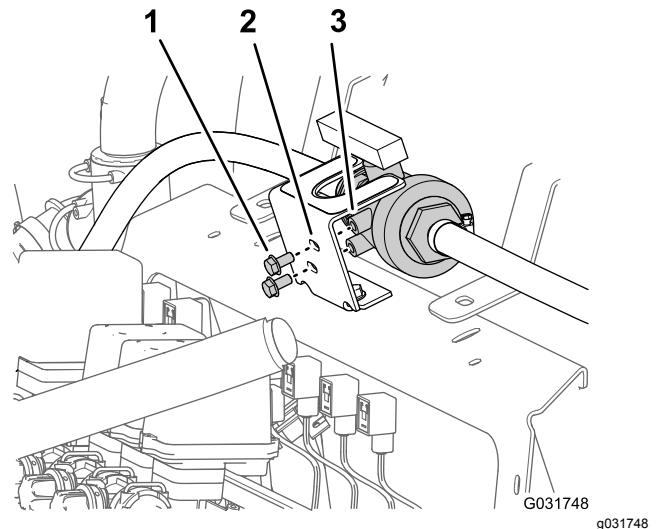

Bild 37
3. Entfernen Sie die zwei Bundkopfschrauben (5/16" x 5/8"), mit denen das Kugelventil an der Befestigungshalterung für das Kugelventil befestigt ist (Bild 37).